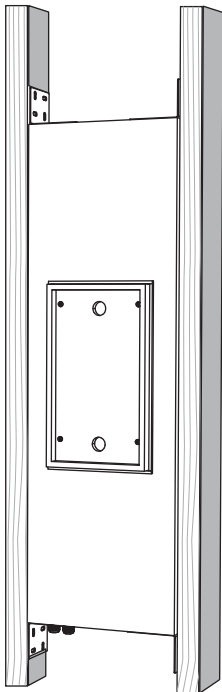

Abb. 2 Installieren Sie die BACK CAN an den Halterungen
- 4. Heben Sie die hintere Dose mit Hilfe einer Hilfsperson vorsichtig zwischen den Halterungen (Abb. 2), mit der Kabeleinführung nach unten.